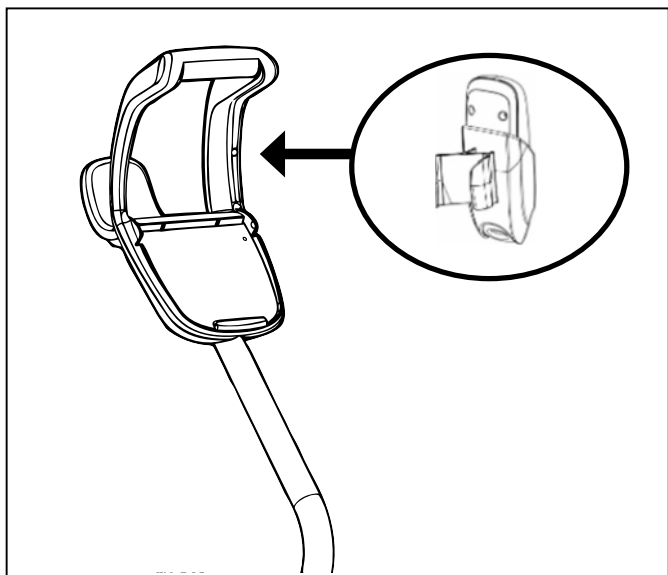

Figure 8. Enclencher le porte-télécommande
- (9550 Sport/P955) Trouver la goupille située sur le porte-télécommande et l'aligner avec le réceptacle situé sur la poignée du chariot, et accrocher la télécommande au chariot (Figure 8).